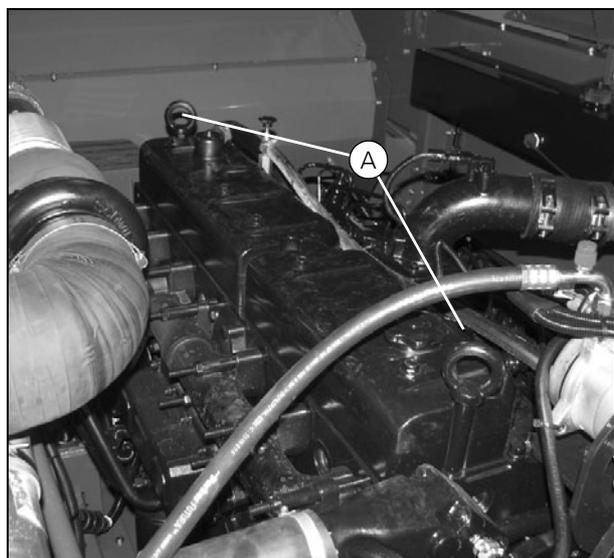

Рисунок 9
**ВАЖНОЕ ЗАМЕЧАНИЕ:** Запрещается поднимать двигатель без использования соответствующего подъемного коромысла (Рис. 9).